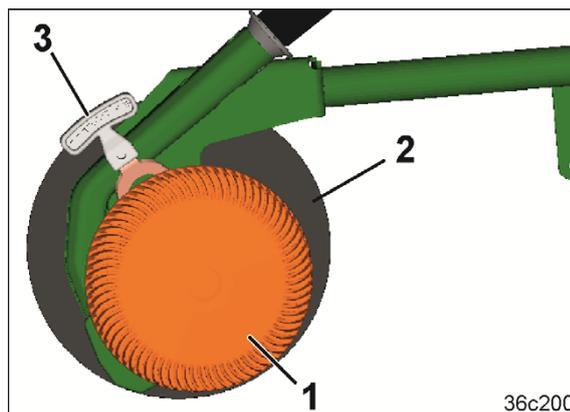
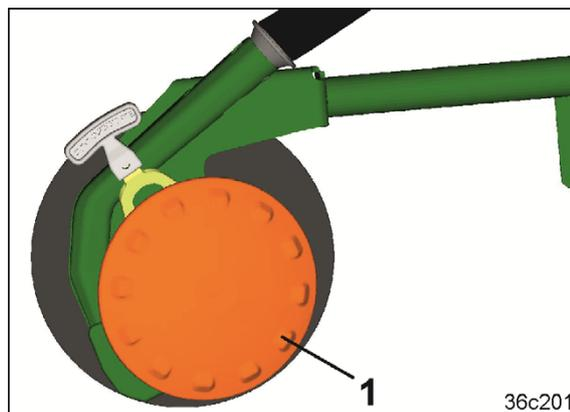

図 53
図 54
浅まき用ディスク (図 53/1)
- ・ スチールディスク (図 53/2) の背面を清掃します。
ハンドグリップ (図 53/3)
浅まき用ディスク (図 53/1) では、非常に軽い土壌であっても、コールタ圧力の上昇により浅まきが可能です。より重い土壌では、クリーニングディスク (図 54/1) を用います。